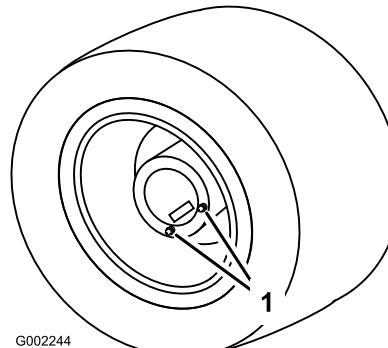

図 61
1. 平らな場所で 点検/ドレンプラグが一番下の位置ドレン位置にくるようにして駐車する図 61。
3. ドレンプラグの下に容器を置き、プラグを外す(図 61)。